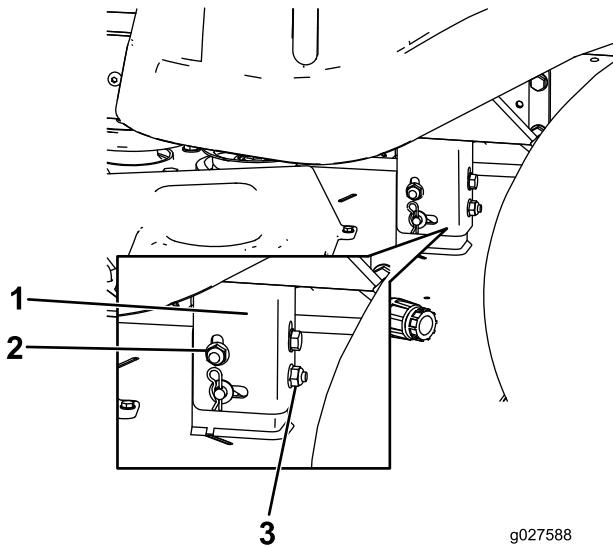

Figure 60
8. Élevez ou abaissez le côté gauche du tablier de coupe en tournant l'écrou arrière (Figure 60).
Remarque: Tournez l'écrou arrière dans le sens horaire pour élever le tablier de coupe ou dans le sens antihoraire pour abaisser le tablier (Figure 60).